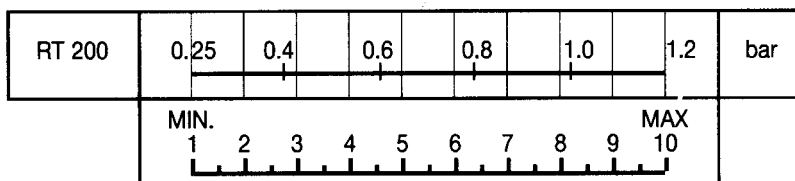

Fig. 5
De obicei se urmaresc instructiunile pentru verificatorul model DANFOSS RT 200 cu camp de gradatie 2-6 bar (vezi Fig. 5). In cazul in care sunt implicate alte tipuri de presostate este necesar a se consulta documentatia specifica alaturata acestora.
- a) Rotiti butonul (1) pana cand indicatorul scarii (2) se pozitioneaza la valoarea presiunii la care se doreste repornirea arzatorului;;
- b) Demontati capacul presostatului si pozitionati tamburul (3) la valoarea aleasa pentru diferential (oprirea arzatorului) in baza diagramei din Fig. 5; diferentialul se ridica la valoarea fixata la punctul a).